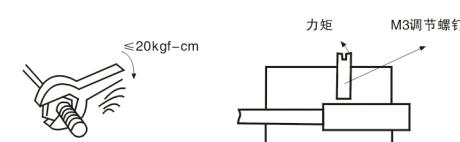

图17
- 1.螺牙式传感器的安装: 安装传感器时不可采用过大力矩紧固(图17)。